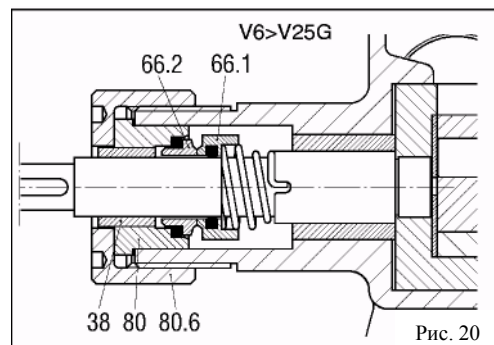
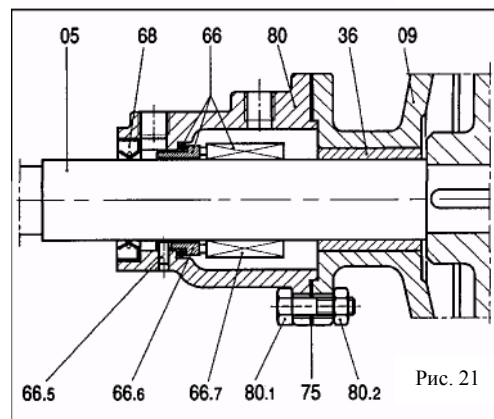
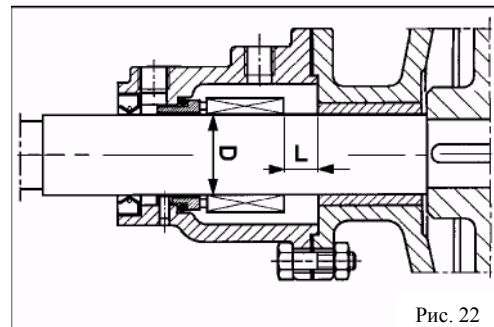

Рис. 20
Рис. 21
Рис. 22
- Установите шпонку (41) и вставьте вал в ротор с помощью прессы. Не устанавливайте пока шпонку (42).
12.4 Установка механического уплотнения ST5, ST6 (чугунные насосы от V6 до V25) (рис. 20)
- Установите корпус уплотнения (80) с неподвижным кольцом (66.2). - Установите гайку (80.6) и затяните ее.
12.5 Установка одинарного механического уплотнения ST4, ST5, ST6 (рис.21)
- Установите заднюю крышку (09).
- Затяните стопорные винты уплотнительного кольца. Вращающееся кольцо механического уплотнения должно располагаться так, как показано на рис. 22.
последняя еще не установлена на корпусе, а опирается на заднюю поверхность ротора (рис. 22).